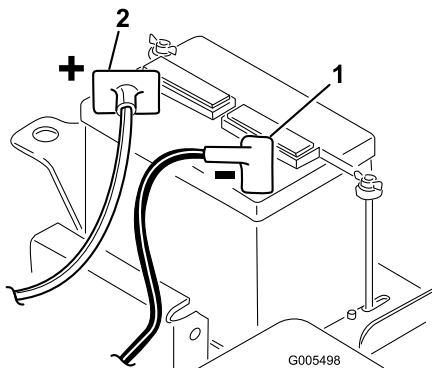

Figura 10
2. Ligue o cabo positivo da bateria (vermelho) a partir do solenóide de arranque ao pólo positivo (+) da bateria (Figura 10). Fixe-a com uma chave de porcas e cubra o terminal com vaselina. Certifique-se de que o cabo não toca no banco, na posição mais atrás, porque pode desgastar ou danificar o cabo.